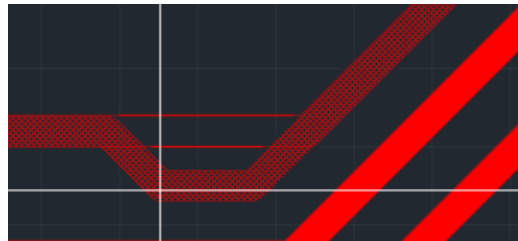

Рис. 260 Сброс ранее заданного скругления
2. Переместите курсор с зажатой кнопкой мыши. Скругление будет сброшено, а геометрия вершины и смежных сегментов трека изменена, Рис. 260.